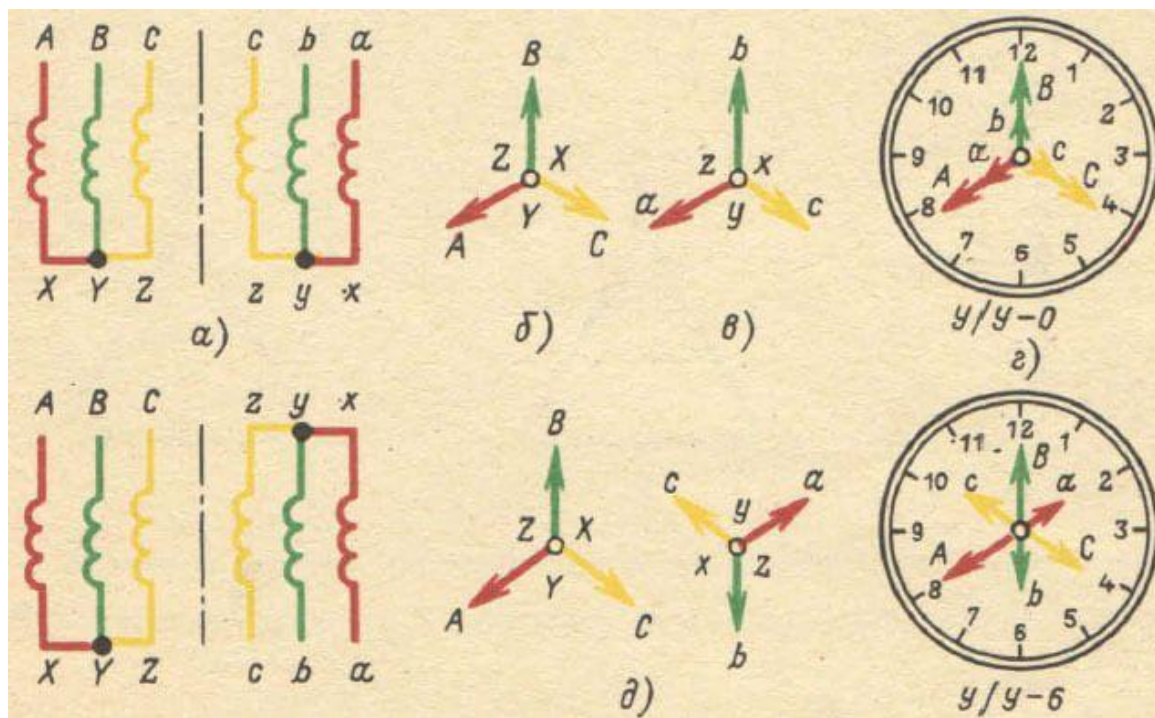

Рисунок 9. Примеры определения группы соединения при включении обеих обмоток в звезду.
**Первый шаг:** строим векторную диаграмму обмотки ВН (рисунок 9, б). **Второй шаг:** строим векторную диаграмму обмотки НН (рисунок 9, в). Следуя ранее оговоренным условиям, векторы  $AХ$ ,  $BУ$ ,  $CZ$  и  $ax$ ,  $by$ ,  $cz$  соответственно параллельны и направлены в те же стороны, так как электродвижущие силы (э. д. с.) обмоток имеют одинаковые направления (их начала обозначены на рисунке 9, а сверху).
**Четвертый шаг:** совмещаем центр тяжести векторной диаграммы НН с центром часов и смотрим, на который час указывает вектор той же фазы, в нашем случае  $by$ . Этот час и определяет собой группу соединения, в данном примере 0 или 12 (рисунок 9, г).